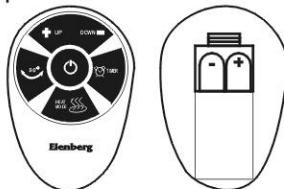

Рис. 3
Управление работой Тепловентилятора может осуществляться посредством легконажимаемых кнопок ручного управления, расположенных на Тепловентиляторе (как показано на Рис.1) или с помощью Вашего пульта дистанционным управлением (показанный на Рис.3).
- Установите две батарейки типоразмера «AAA» (не входят в комплект поставки), как показано на Рис. 3.